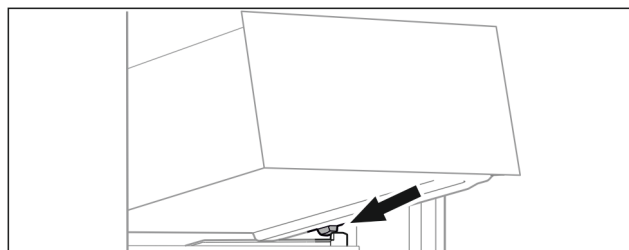

Fig. 132
- Applicare il cassetto inclinandolo dietro i fermi sulla nervatura del contenitore. (vedere Fig. 132)